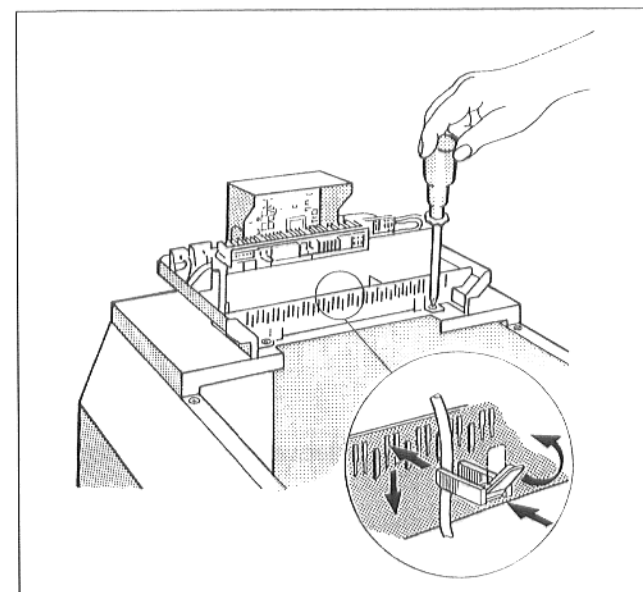

Abb. 18
- Regelgerät mit zwei Schrauben auf der vorderen Kesselhaube festschrauben (Abb. 18).
- Alle Leitungen mit Kabelschellen sichern: Kabelschelle mit eingelegter Leitung von oben in die Schlitz des Schellenrahmens einsetzen; der Steg des Hebels muß dabei nach oben zeigen. Kabelschelle herunterschieben und gegendrücken. Hebel nach oben umlegen (Abb. 18).